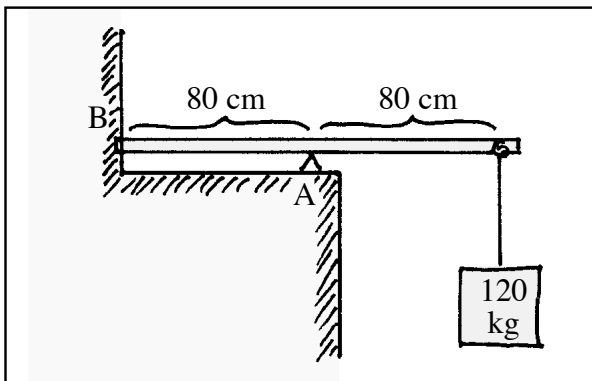

Fig. 7.30. Per l'esercizio 4
4. Un peso è appeso a una sbarra orizzontale. La sbarra è fissata in due punti, fig. 7.30. In A preme verso il basso, in B verso l'alto. Questo significa che i vettori intensità delle correnti di quantità di moto in A e in B sono verticali - esattamente come quello della corda che sostiene il peso. Quanto sono caricati i punti A e B? (Che intensità hanno le correnti di quantità di moto che defluiscono dalla sbarra in A e in B?)